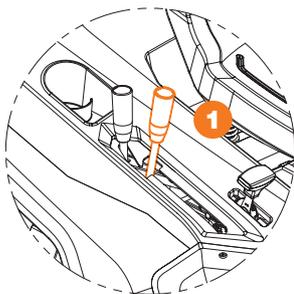

Рис. 13
2. Переведите привод в нейтральное положение ❶ (Рис. 13).
- Переведите рукоятку регулировки скорости в нейтральное положение 1 (Рис. 13).